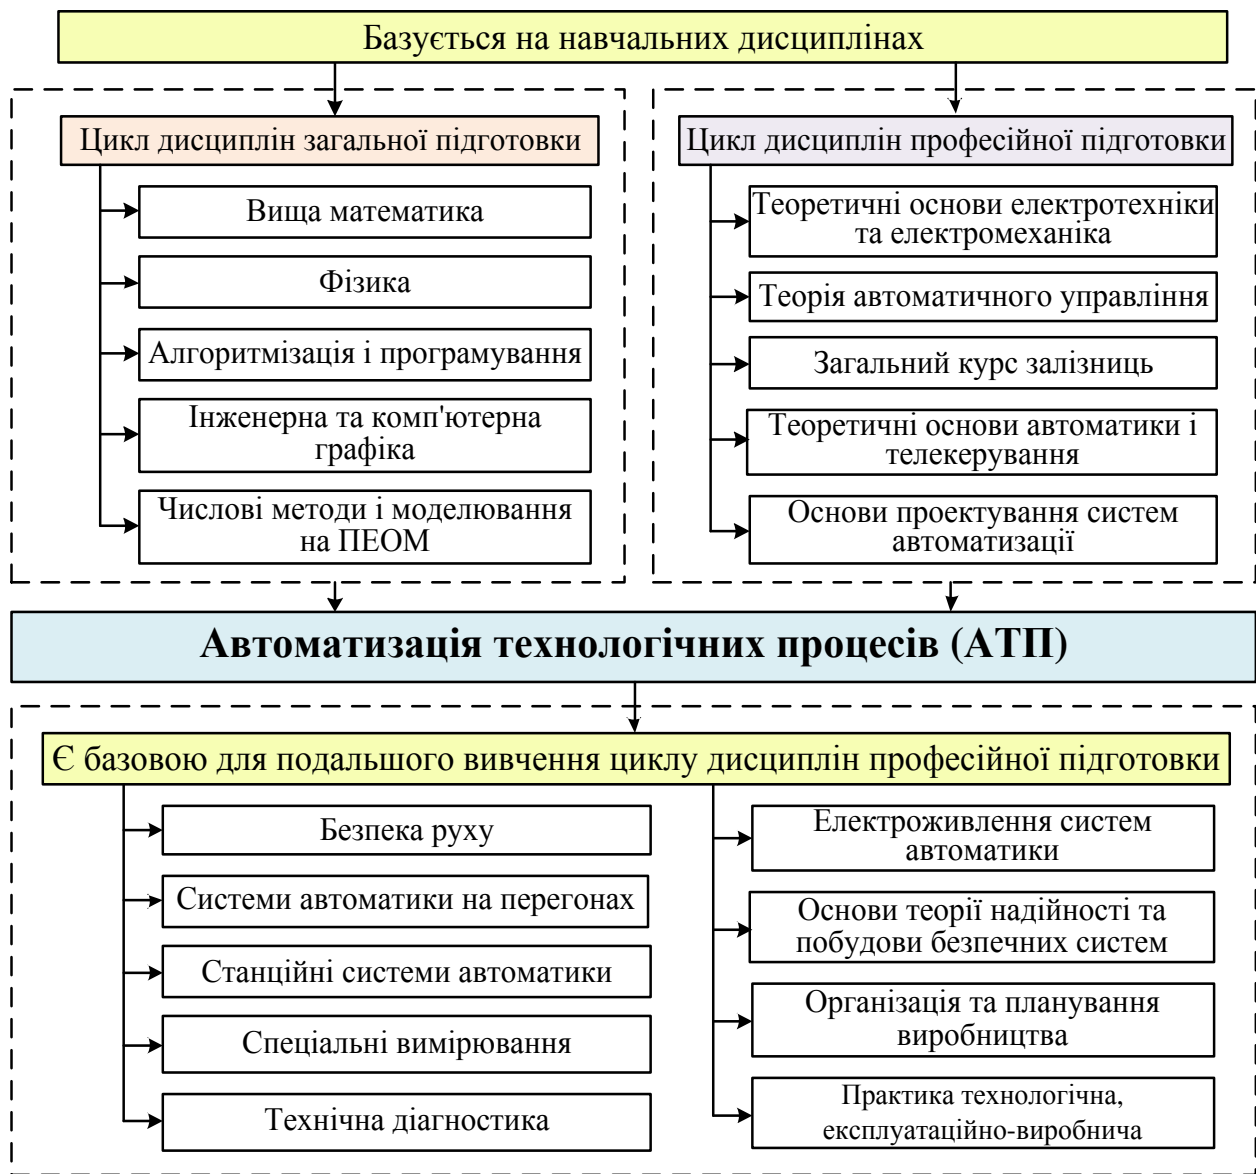

Рисунок 1 – Схема міждисциплінарних зав'язків навчальної дисципліни «Автоматизація технологічних процесів»
**Міждисциплінарні зв'язки** навчальної дисципліни АТП – на рис. 1.